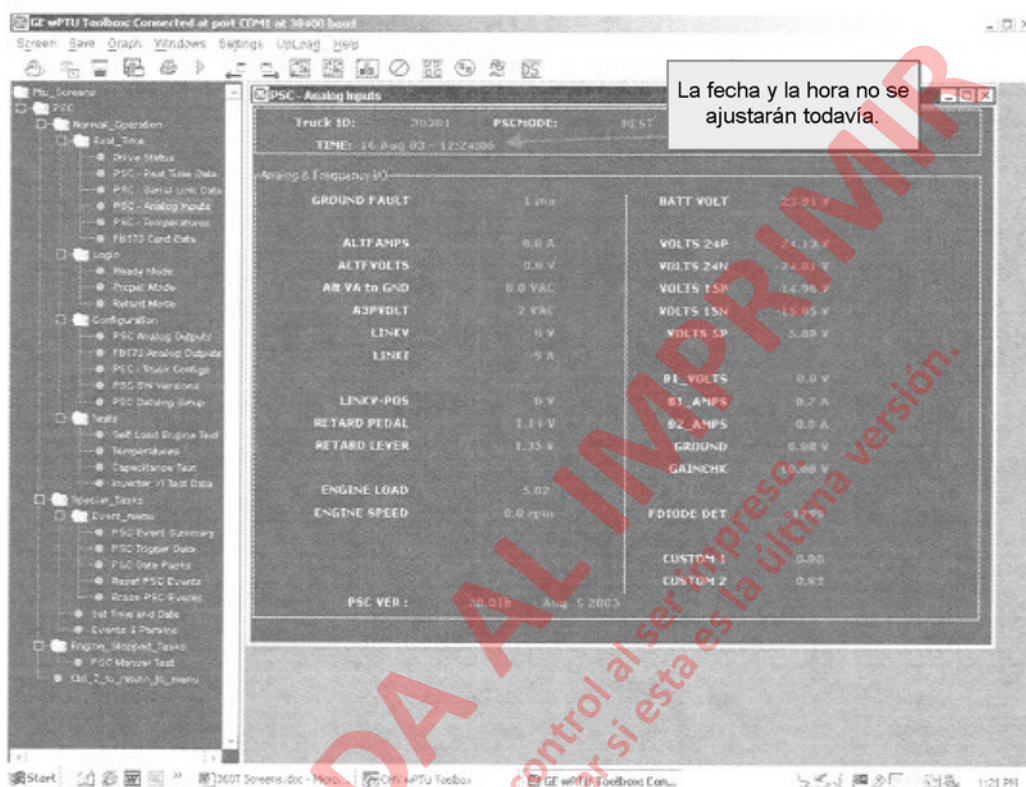

FIGURA 3-5. PANTALLA DE ENTRADAS ANÁLOGAS DEL PSC
- Verifique que los valores análogos y digitales sean similares a los del ejemplo de la Figura 3-5.
- Verifique que los valores de temperatura sean similares a los del ejemplo de la Figura 3-5.